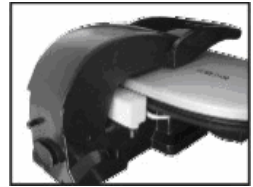

Fig. 9
- a) Allentate la manopola (fig. 9) (solo PIC 3000 D)